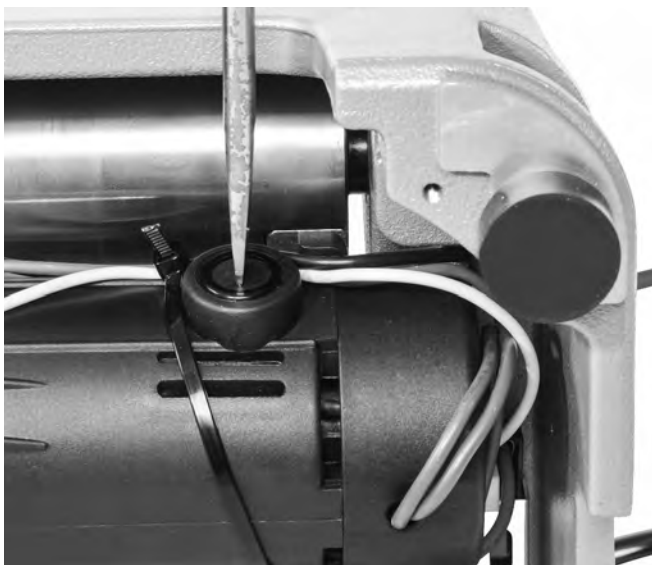

Figura 17 – Extracción de la tapa de la escobilla
3. Con un destornillador, desatornille y extraiga las tapas de las escobillas (Figura 17). Suavemente extraiga las escobillas de carbón y revise su longitud (Figura 18). Si las escobillas miden menos de 5 mm (0,2"), cambie las escobillas.